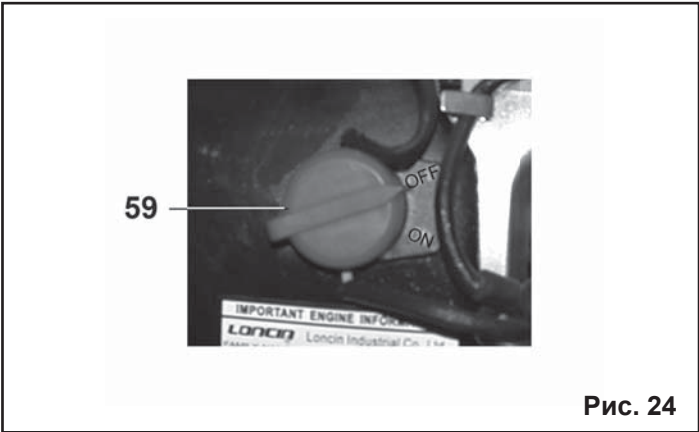

Рис. 24
8.3.2. **Для моделей МС 55 и МС 65:** Поверните выключатель зажигания (59) в положение “OFF” (Выключено) (Рис. 24).